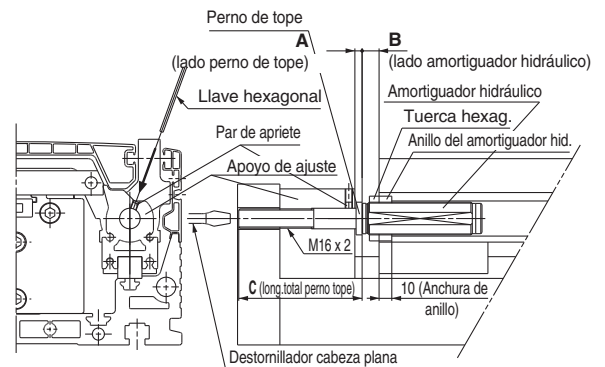

Figura 1. Detalle sección ajuste carrera
1. Tal como se muestra en la Figura 1, para ajustar el perno de tope según el rango de ajuste A, inserte una llave hexagonal desde arriba para aflojar el tornillo de cabeza hueca hexagonal mediante aprox. un giro, y después ajuste el perno de tope con un destornillador de cabeza plana.